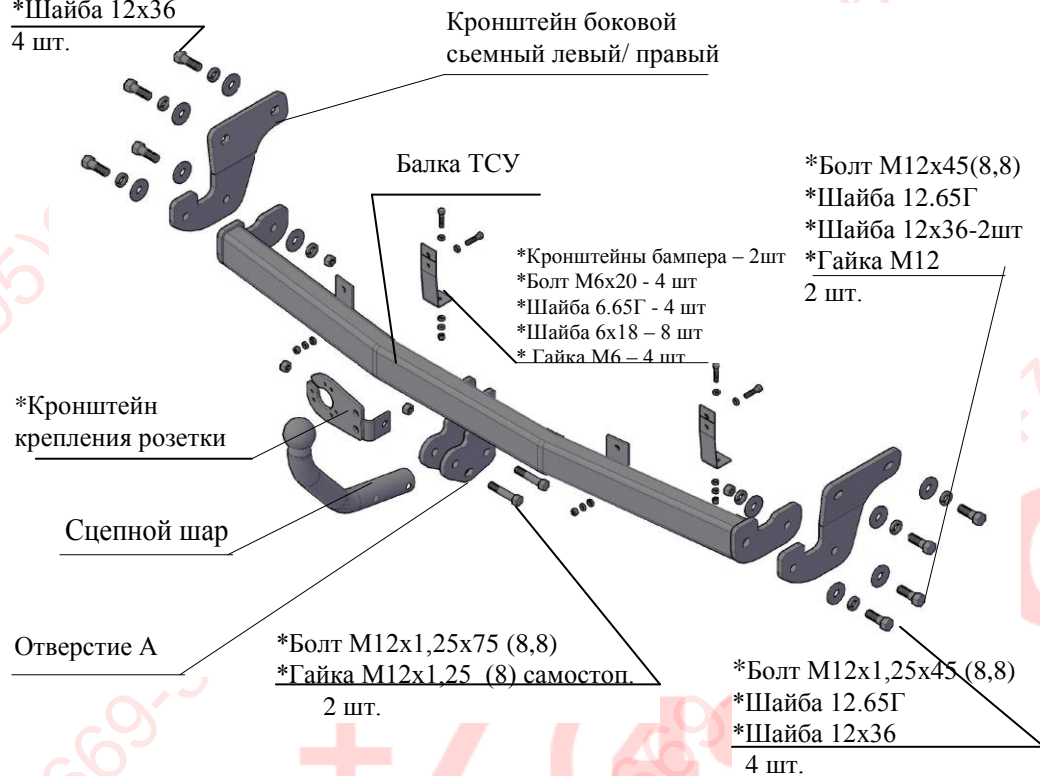

Рис.1 Тягово-сцепное устройство ТСУ 7241.
2.1 ТСУ 7241 в сборе (рис.1)	1 шт.
2.2 Пакет с комплектующими (см. рис.1)	1 шт.
4.3 Закрепить левый и правый боковые съемные кронштейны (соответственно рис.1) к боковым внешним полкам лонжеронов а/м болтами М12х1.25х35 (используя гайки приварные штатные), под головки болтов подложить шайбы 12.65Г и 12х36. Крепеж не затягивать.
Закрепить кронштейны бампера к накладкам на балке ТСУ по месту, крепежом соответственно рис.1. Сделать в бампере в центре снизу вырез (65 мм шириной и 65 мм глубиной для Хендай Солярис седан и 65 мм шириной и 30 мм глубиной для Хендай Солярис хэтчбек). Установить на место задний бампер.